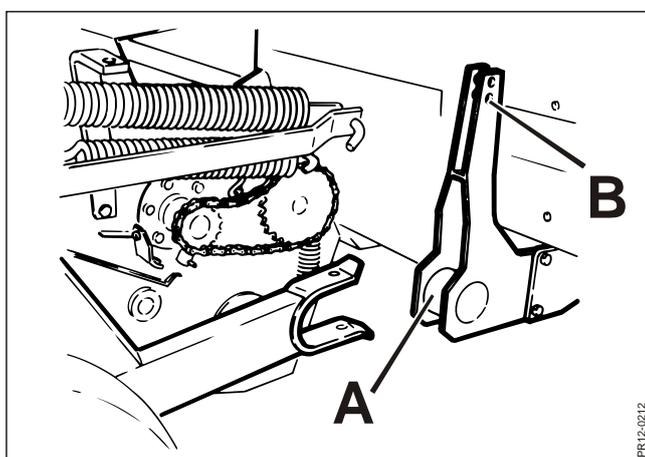

Fig. 3-5
- Fig. 3-5** Haga girar el recogedor sobre los rodillos y acérquelo a la máquina hasta que el enganche **A** se acople. Instale los 2 pasadores y bloquéelos con pasadores de aletas para fijar el recogedor a la máquina básica. Fije el dispositivo de descarga al recogedor en el punto **B**.